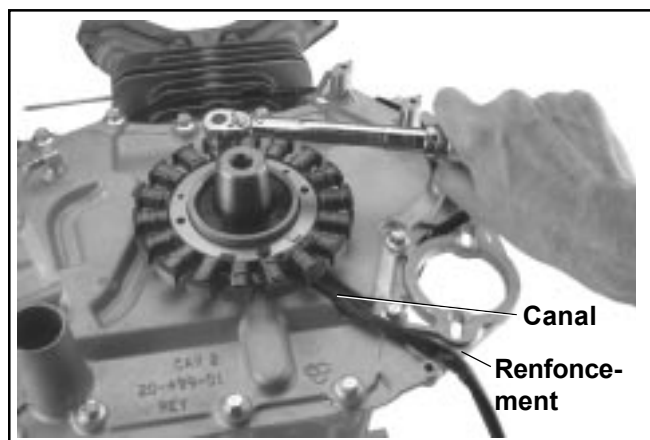

Figure 10-42. Installation du stator.
1. Positionner le stator sur les bossages de montage afin que les conducteurs reposent dans le canal et le renforcement de la plaque de fermeture. Voir la Figure 10-42. Ils seront capturés quand le carter du ventilateur sera installé.